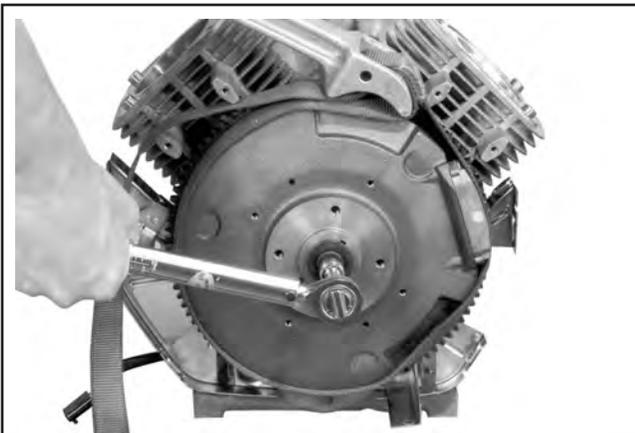

Abbildung 11-29. Den Schwungradanschluss montieren und anziehen.
4. Einen Schwungrad-Bandschlüssel oder ein Haltegerät benutzen, um das Schwungrad zu halten. Die geflanschten Sechskantschrauben, mit denen das Schwungrad an der Kurbelwelle fixiert ist, auf **66,4 N·m (49 Zoll lb)** anziehen. Siehe Abbildung 11-29.